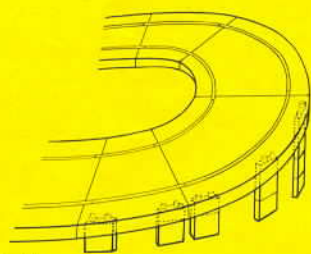

Fig. 11
- Relevez vos virages avec des PIERRES MAGIQUES (voir fig. 11).